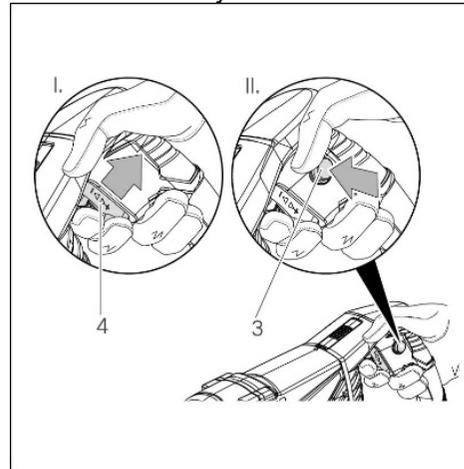

Рис.4
Включение: нажмите кнопку включения (4). Для непрерывной работы нажмите сначала кнопку включения (4), затем кнопку блокировки (3). (Рис.4)